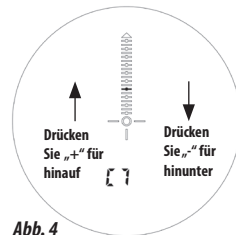

Abb. 4
5. Drücken Sie die Plus- oder Minus-Taste, bis der dunkle Strich auf der vertikalen Skala des Entfernungsmessers auf die „20 PIN“-Markierung des Kalibrierungsblatts ausgerichtet ist (während der Zielkreis auf der 40- oder 60-PIN-Markierung bleibt) (*Abb. 4*). Beachten Sie die Referenznummer bei „C“ (für calibration), vor allem, wenn Sie mehrere Bögen oder Visiere verwenden. Wenn die Kalibrierung abgeschlossen ist, können Sie einfach zur richtigen Einstellung für den jeweiligen Bogen oder das Visier zurückkehren, indem Sie die Referenznummer auswählen.